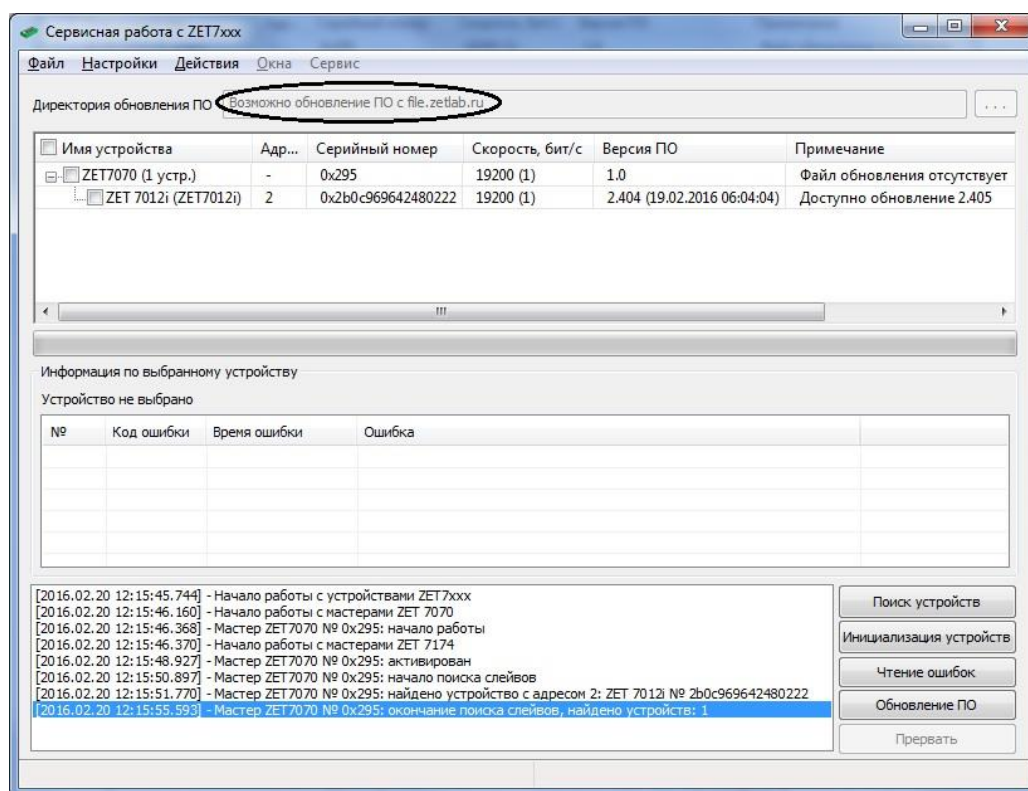

Рисунок 4.
1) Запустить программу “Сервисная работа с ZET7xxx” и убедиться в том, что открыт доступ к серверу с файлами обновления. В графе “Директория обновления ПО” должен отображаться путь к серверу с файлами обновлений *file.zetlab.ru* (см. Рисунок 4). Если доступ к серверу отсутствует, то следует проверить подключение компьютера к глобальной сети интернет.